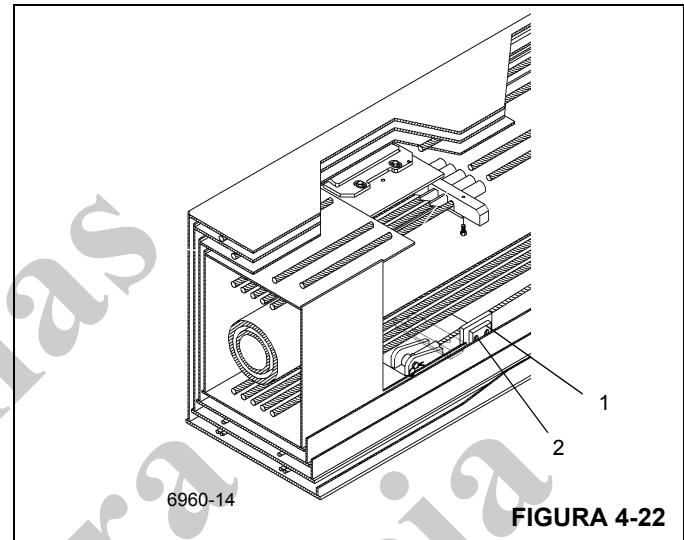

FIGURA 4-22
6. Instale as placas de desgaste laterais inferiores traseiras e os calços (1) na seção volante com dois parafusos (2) em cada (Figura 4-22).